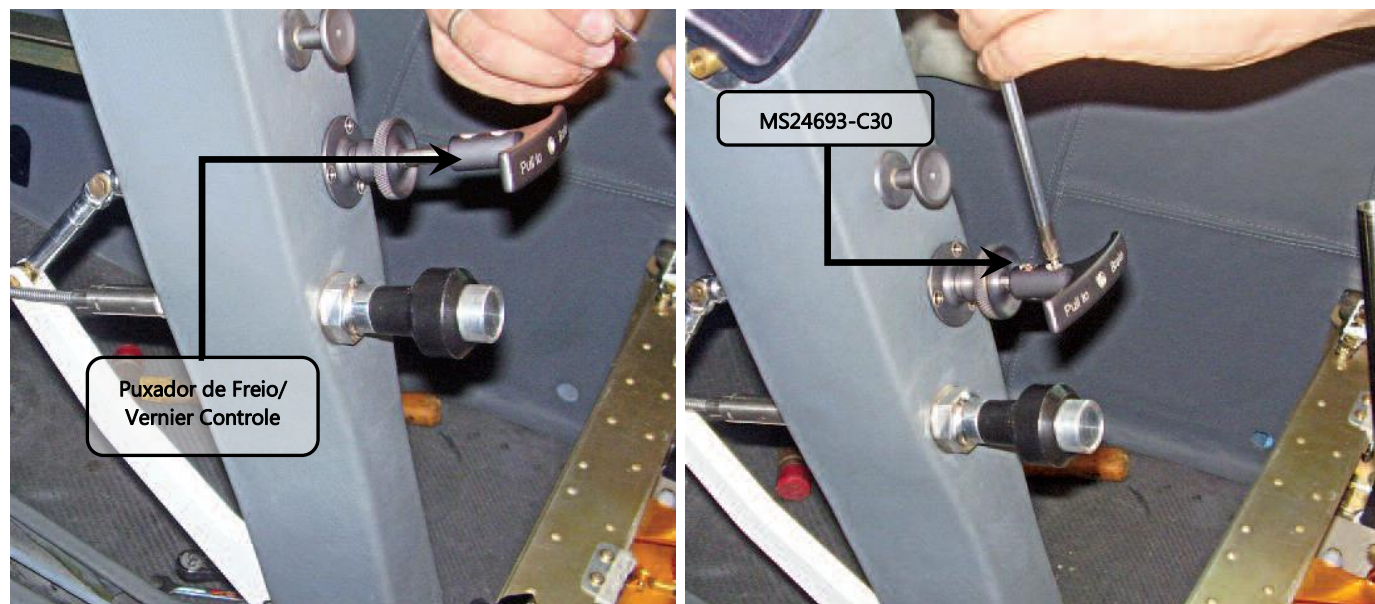

Figura 32.40.73 – Instalação do Puxador de Freio.
19. Instalar a manete de freio conforme a figura 32.40.73, utilizar a chave Phillips. 1/4"x6" para instalação dos parafusos MS24693-C30;